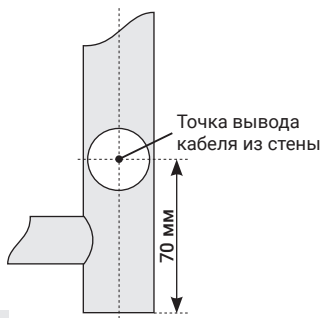

Рис.10
4.3.1. Для монтажа через скрытую проводку производитель рекомендует придерживаться следующих требований: кабель для подключения должен быть медным с сечением $3 \times 1,5 \text{ мм}^2$. Точка вывода кабеля из стены (рис. 10).